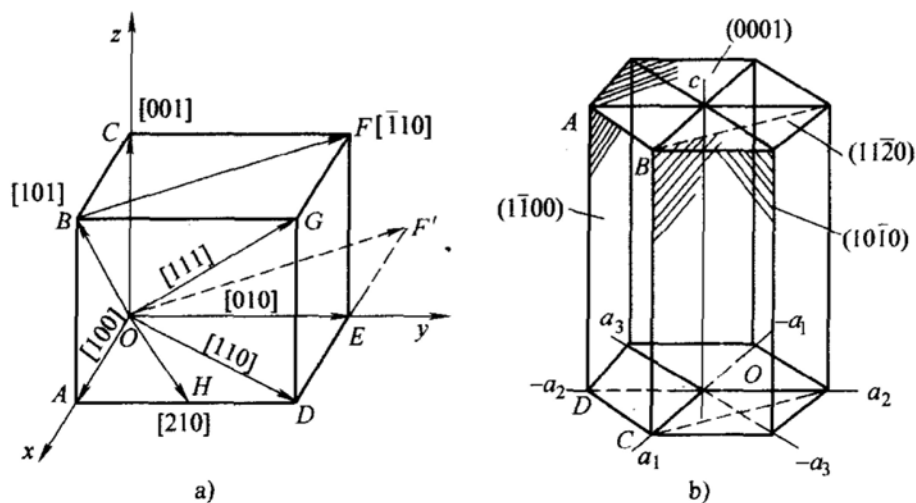

图 17-2 第一题解答图
一、如图 17-2 所示。在图 17-2a 中， ACE 所在晶面为 (111) 晶面，该面内的 \overrightarrow{AC} 为 $[\bar{1}01]$ ， \overrightarrow{AE} 为 $[\bar{1}10]$ ， \overrightarrow{CE} 为 $[01\bar{1}]$ 。在图 17-2b 中， $[11\bar{2}0]$ 晶向为 Oa_3 反方向， $(1\bar{1}00)$ 晶面为 $ABCD$ 面。